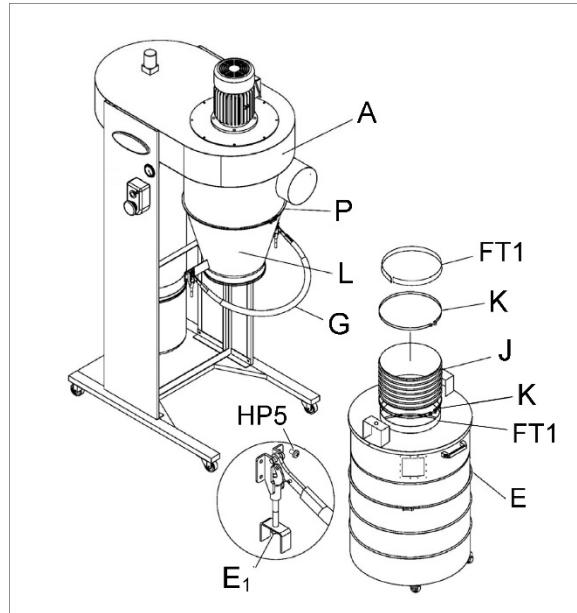

Figura 8
9. Arme el cono (L, Figura 8) en la caja (A) y fije con la abrazadera de cono (P). Apriete el tornillo en la abrazadera.
10. Pegue una cinta de espuma de 1 pulg de ancho (FT1) alrededor del cono (L) justo por encima del labio inferior.
11. Pegue una tira de cinta de espuma de 1 pulg de ancho (FT1) alrededor del resalte de la tapa del tambor (E).
12. Instale el cono (J) en la tapa del cono y tambor con abrazaderas de manguera (K).
13. Instale un manija de desconexión rápida (G) a los resaltos del cono con tornillos de cabeza redondeada (HP5).
14. Conecte la manija de desconexión rápida a la tapa del tambor (E) usando tuercas (E₁).